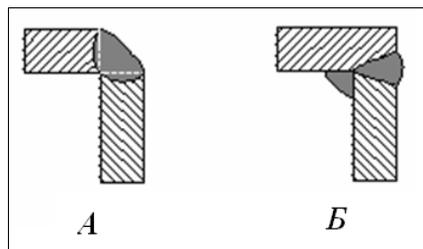

Рис. 5.4
- ◆ *угловыми*, когда соединяемые элементы перпендикулярны друг к другу и привариваются кромками (рис. 5.4). Такое сварное соединение является разновидностью таврового.